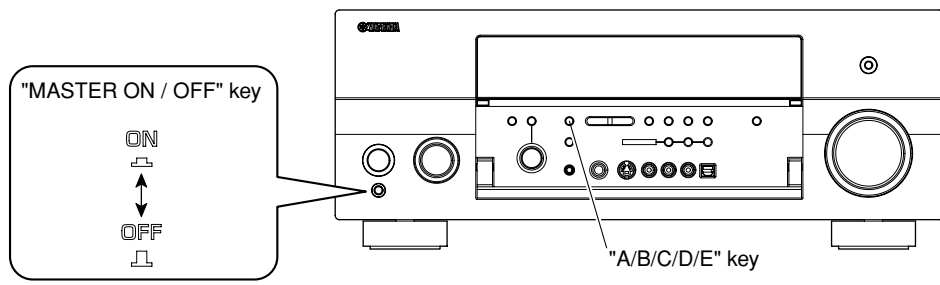

Fig. 13
1. Start up “DSP_FLASHER_Vx800_v1.0.exe” of the PC. (Fig. 13)
1. “DSP_FLASHER_Vx800_v1.0.exe”を起動します。(Fig. 13)
6. Press the "MASTER ON/OFF" key of the main unit to turn it on. (Fig. 13)
6. 本機の"MASTER ON/OFF"キーを押して、ONの状態にします。(Fig. 13)
7. While pressing the "A/B/C/D/E" key of the main unit, connect the power cable of the main unit to the AC outlet. (Fig. 13)
7. 本機の"A/B/C/D/E"キーを押しながら、本機の電源コードをACコンセントに接続します。(Fig. 13)